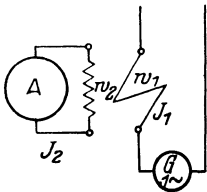

Abb. 213. Stromwandler.
289. Welcher Strom fließt durch die primäre Wicklung eines durch einen Strommesser sekundär kurzgeschlossenen Transformators (auch Stromwandler genannt), wenn das Instrument 5 (7) A anzeigt und  $w_1 = 10$  [20],  $w_2 = 500$  [400] Windungen ist? (Abb. 213.)